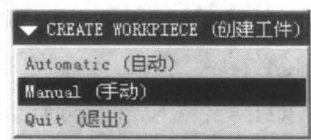

图 1.7 “创建工作件”菜单
Step3. 在系统弹出的如图 1.7 所示的**▼ CREATE WORKPIECE (创建工件)**菜单中选择**Manual (手动)**命令。